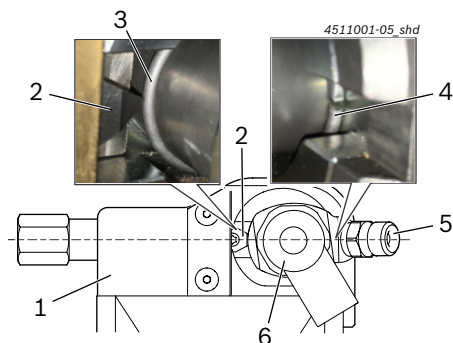

Fig. 5: Raccord haute pression (pos. 5) à l'opposé de la plaquette de coupe indexable (pos. 2)
7. Pousser le CRI dans l'outil de démontage comme dans Fig. 5 jusqu'en butée et le maintenir dans cette position.
- ⇒ Positionner le circlip (Fig. 5, pos. 3) exactement à hauteur de la plaquette de coupe indexable (Fig. 5, pos. 2).